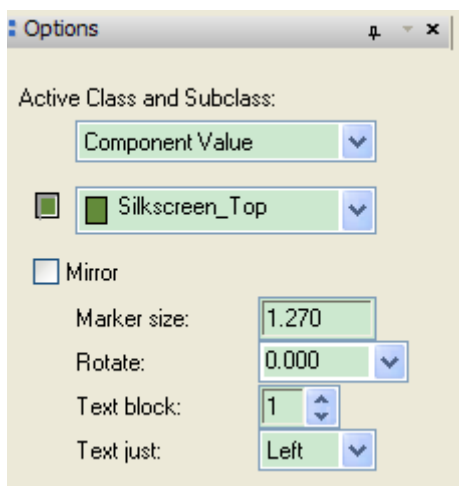

图 2.23 添加元件值
- 添加元件参数值，元件参数值在丝印层，在 PCB 上不一定印出来。供调试人员参考。点击左边工具栏  图标，或者选择菜单 Add->Text。Options 窗口如图 2.23 所示。在元件旁边单击鼠标左键，然后在命令状态栏中输入：val(大小写无所谓)回车，右键选择 Done。